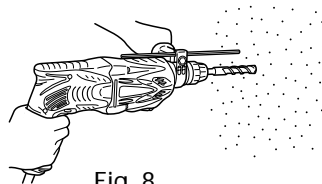

Fig. 8
- (1) Monter le foret de perçage.
- (2) Tirer l'interrupteur de déclenchement après avoir appliqué la pointe du foret sur la position de perçage désirée (Fig. 8).
- (3) Il n'est pas de tout nécessaire d'appliquer une forte pression sur le marteau rotatif. Il suffit d'appliquer une légère pression de manière à ce que la poussière et les éclats soient déchargés progressivement.
- Quand le foret de perçage touche une poutre en fer, la mèche s'arrête immédiatement et la perceuse réagit en tournant. Par conséquent, tenir fermement la poignée principale et la poignée latérale, comme indiqué à la Fig. 8.